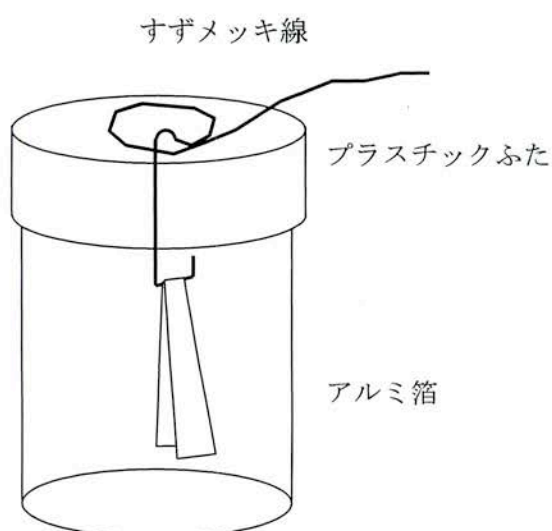
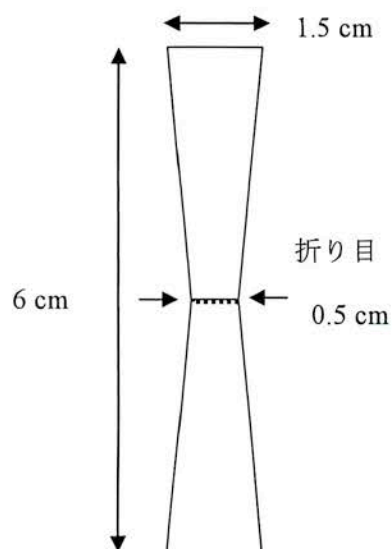

図4 箔検電器の概要
図5 アルミ箔の形状
箔検電器は、帯電した物体が互いに反発し合う性質を利用します。ここでは、図4に示すような、アルミ箔を折り合わせて作る簡単検電器を紹介しましょう。
① アルミ箔の切断：図5の形状にアルミ箔を切断します。二つ折りにしたアルミ箔の間に紙をいれてから切断すると簡単です。
② 検電器の組み立て
ガラス瓶のプラスチック蓋の中心にキリなどを用いて穴を開けます。先端を“コ”の字に折り曲げた、すずメッキ線を穴に通し、蓋の上で円を作り、電極として少し長めに伸ばしておきます。セロファンテープで固定します。“コ”の部分に①のアルミ箔をぶら下げて、ビンの底にはシリカゲルを入れ、ビンの蓋を閉じます（図4）。エボナイト棒を布でこすり、すずメッキ線の電極に近づけたとき、アルミ箔が2 cm 程度開けば正常に動作しています。